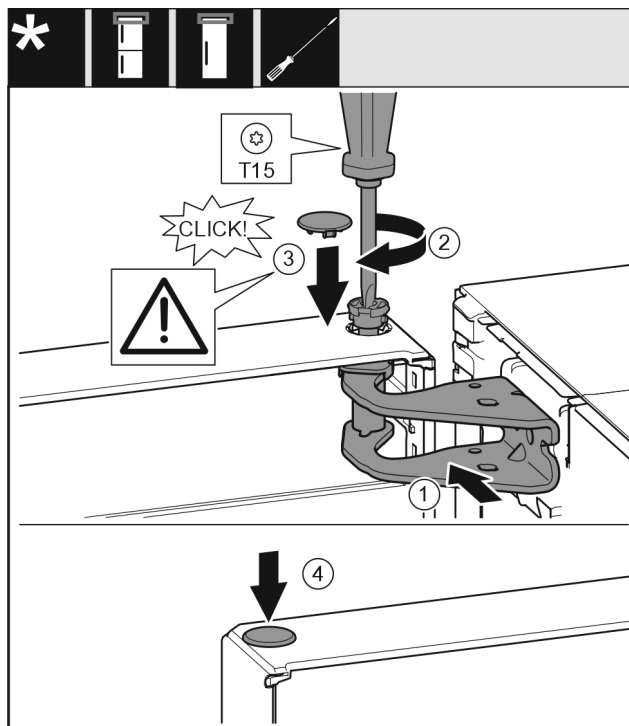

Fig. 22
- ▶ Orientar la parte superior de la puerta respecto a la apertura del soporte de apoyo. Fig. 22 (1)
- ▶ Introducir los pernos y apretar con el destornillador T15. Fig. 22 (2)
- ▶ Montar la cubierta del seguro para asegurar la puerta: Introducir la cubierta del seguro y comprobar que descansa sobre la puerta. De lo contrario, introducir por completo los pernos. *Fig. 22 (3)*
- ▶ Introducir los tapones. *Fig. 22 (4)*